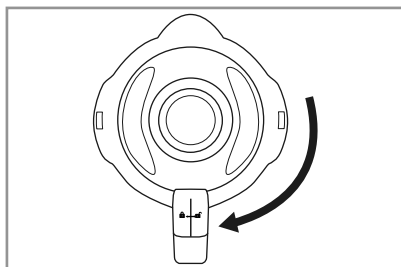

Rys. 1
- 1) Nakręć przystawkę miksującą ❸ obracając ją w lewo, aż strzałka ▼ pod uchwytem przystawki miksującej ❸ znajdzie się nad pozycją ➡. Zdejmij przystawkę miksującą ❸ prosto z bloku silnika ❻.
- 2) Zdemontuj pokrywkę ❷, obracając ją na tyle w lewo w kierunku pozycji ➡ (patrz rys. 1), aż będzie można ją zdjąć do góry.